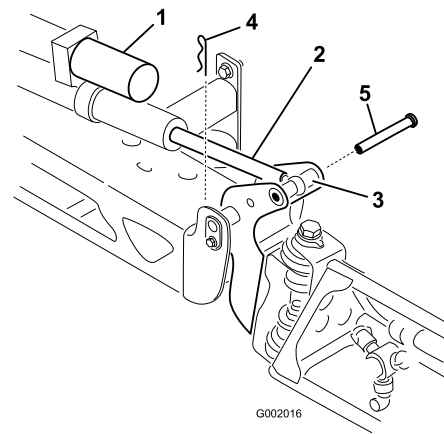

Figura 43
2. Retire el pasador de horquilla del pasador de giro (Figura 43).
3. Levante el brazo y retire el pasador (Figura 43). Baje el brazo lentamente al suelo.
6. Eleve el brazo para alinear el pivote con el émbolo del actuador. Sujetando el brazo, introduzca el pasador a través del pivote del brazo y del émbolo del actuador (Figura 43).